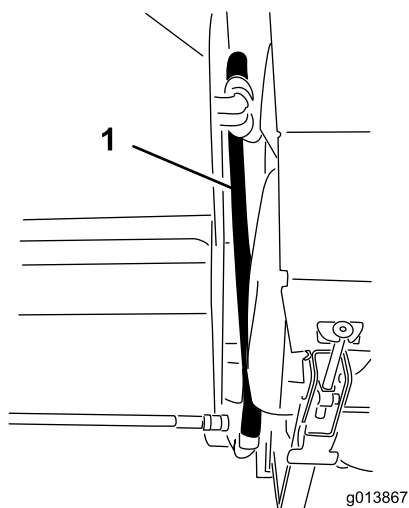
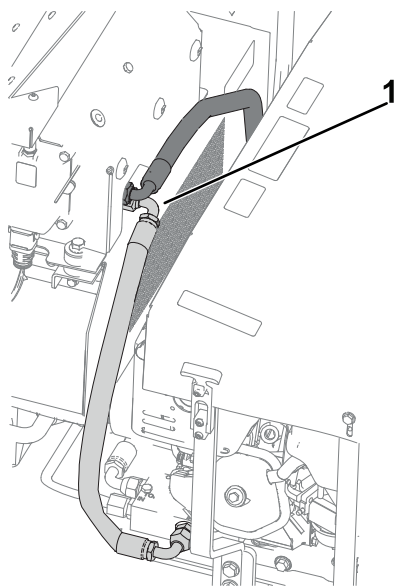

図 16
図 17
13. 油圧ホースを油圧コントロールパネルに接続する。SH バージョンについては 図 14 と 図 16 を参照、EH バージョンについては 図 15 と 図 17 を参照。